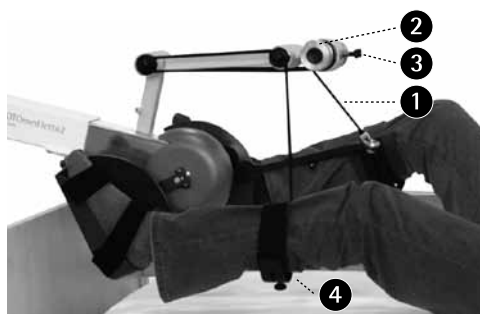

Fig. 59
"TrainCare komfort" (Fig. 59) sørger for en sikker lagring av nedre lår og forhindrer utilsiktet sideveis bevegelse og overstreking og blokkering av kneleddene.
Radialjusteringen som er festet på leggskålene ④ (Fig. 59) kan stilles inn individuelt for høyre og venstre side. Radialjusteringen kan stilles inn slik at brukeren i løpet av treningen med MOTomed letto2 har best mulig holding for beina. Dermed forhindres det enda bedre at beina rutsjer bort sideveis.